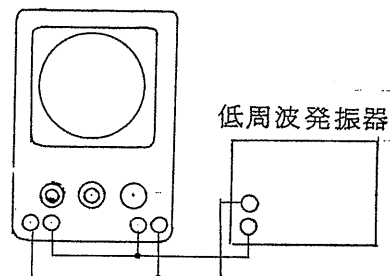

図 6
- (1) SWEEP RANGE スイッチをEXT にしておきます。垂直INPUT端子とEXT HORIZ IN 端子へ図6のような低周波発振器の正弦波出力を加え、オシロスコープ固有の位相差を測定しておきます。
(2) SENSITIVITY スイッチ及びVARIABLE と AMPLITUDE ツマミ